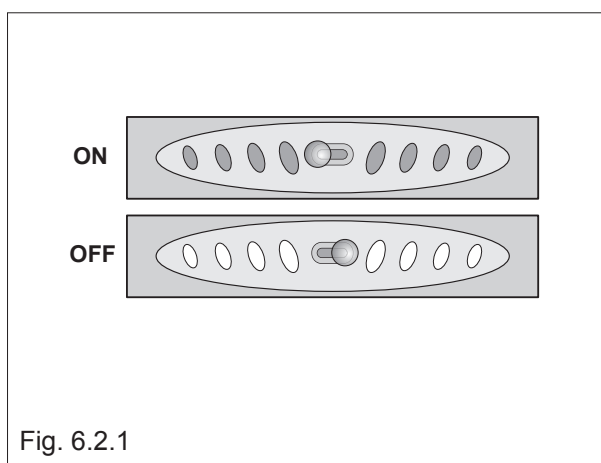

Fig. 6.2.1
- Open the combustion air grid completely (Fig. 6.2.1 ON= open). When the fireplace is cold, stove lighting can be done with the door left ajar to encourage evaporation of condensation which forms on the glass. Once combustion has started the door is to be kept closed.
- Den Luftzufuhrhahn ganz öffnen (Abb. 6.2.1 - ON=Geschlossen). Das Anzünden des Ofens kann bei kalter Feuerstelle, mit an den Anschlag angelehnter Tür durchgeführt werden, jedoch nicht bei geschlossener Tür, um die Verdunstung des Kondenswassers, dass sich auf dem Glas bildet, zu begünstigen. Bei gut brennendem Feuer die Tür dann geschlossen halten.
Le stufe OLIVIA-BETTY-ANTONIA-STEFANIA-CLARABELLA sono dotate di un sistema innovativo con doppia combustione: PRIMARIA e SECONDARIA per ridurre le emissioni inquinanti in atmosfera con conseguente MAGGIORE RENDIMENTO TERMICO. La COMBUSTIONE PRIMARIA avviene immettendo nel braciere, attraverso delle feritoie, aria che viene regolata dal pomello esterno posizionato sul frontalino del cassetto cenere (Fig.6.2.1):
PRIMARY COMBUSTION occurs by letting air into the brazier through the slits, adjusted by a knob at the bottom right on the outside of the ash box (Fig. 6.2.1):
Die PRIMÄRE VERBRENNUNG erfolgt durch Einführen Luft durch das Gitter, die durch den außen auf der Blende der Aschenlade angebrachten Griff (Abb.6.2.1):